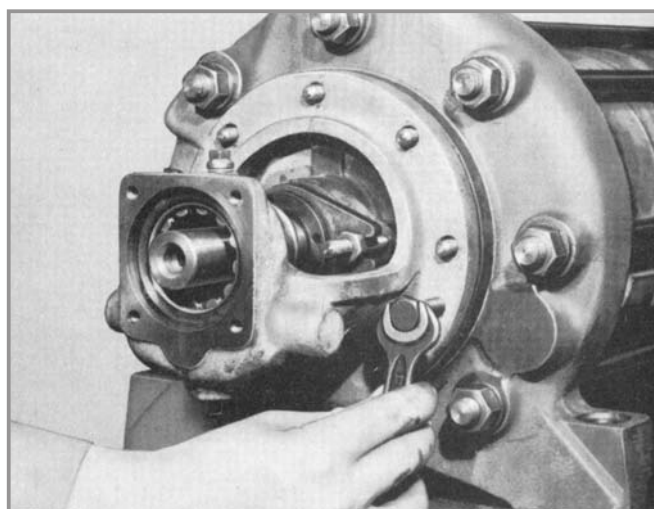

Fig. 35 - Aperto dos parafusos sacadores para liberar o corpo de mancal (350)
07. Apertar uniformemente os parafusos extratores (901.4) e libera-se o corpo de mancal (350) (vide Fig. 35).